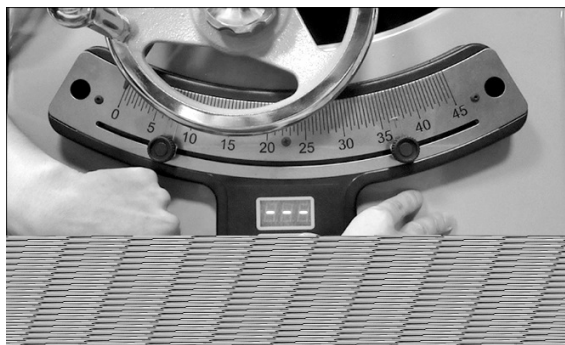

Рис. 8-14
4. Нажмите и удерживайте обе кнопки SET (НАСТРОЙКА), пока на дисплее не появится "---" (Рис. 8-14).
8. Нажмите и удерживайте обе кнопки SET (НАСТРОЙКА), пока на дисплее не появится "---" (Рис. 8-14).